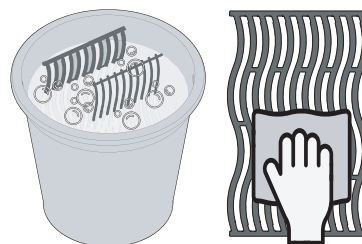

Fig. 3
- Lave as grelhas à mão com água e sabão neutro para remover qualquer resíduo do processo de fabricação. **NÃO** lave na lava-louças. (Fig. 3)